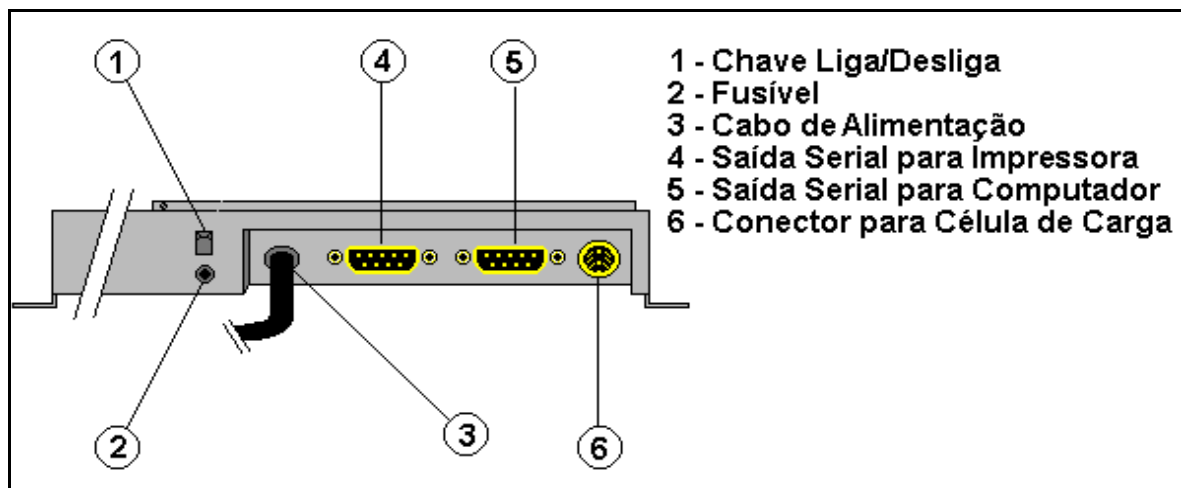

Figura 2
A balança opera de 90 VAC a 240 VAC sem necessidade de seleção de tensão. A mesma conta com um fusível de segurança (ITEM 2 FIGURA 2) instalado na parte lateral da balança.
O cabo de alimentação (Figura 2 item 3) é fornecido com o pino terra, é imprescindível a utilização do mesmo para o funcionamento do equipamento.
4.2 - Saída Serial para Impressora (Figura 2 Item 4)
4.3 - Saída Serial para Computador (Figura 2 Item 5)
4.4 - Conector para Célula de Carga (Figura 2 Item 6)